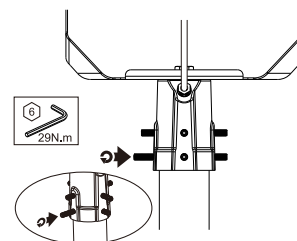

Fig. 17
4. Fixez le joint d'articulation au poteau en serrant toutes les vis de réglage (Fig. 17).